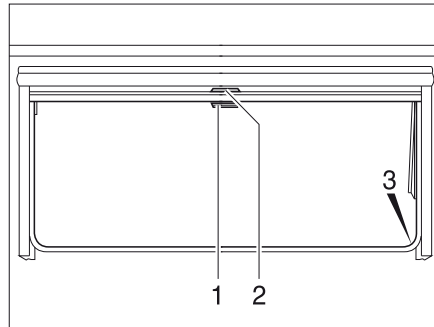

Bild 80 Överkantshängda fönster
- Drag ned mörklägningsrullgardinen med handtaget (Bild 80,2). När mörklägningsrullgardinen dras ned helt fäster man det i spärrarna (Bild 80,3) på båda sidorna på fönsterkarmen.
- När mörklägningsrullgardinen är helt neddragen: Tryck ned handtaget (Bild 80,2) och drag det något inåt. Nu kan man ta loss mörklägningsrullgardinen ur spärrarna på båda sidorna av fönsterkarmen.
- När mörklägningsrullgardinen inte är helt neddragen: Drag handtaget (Bild 80,2) lätt nedåt tills spärren släpper.
- Drag ner insektsnätet med handtaget (Bild 80,1) och fäst det i spärrarna (Bild 80,3) på båda sidorna av fönsterkarmen.
- Tryck ned handtaget (Bild 80,1) och drag det något inåt. Lossa insektsnätet ur spärrarna på båda sidorna av fönsterkarmen.